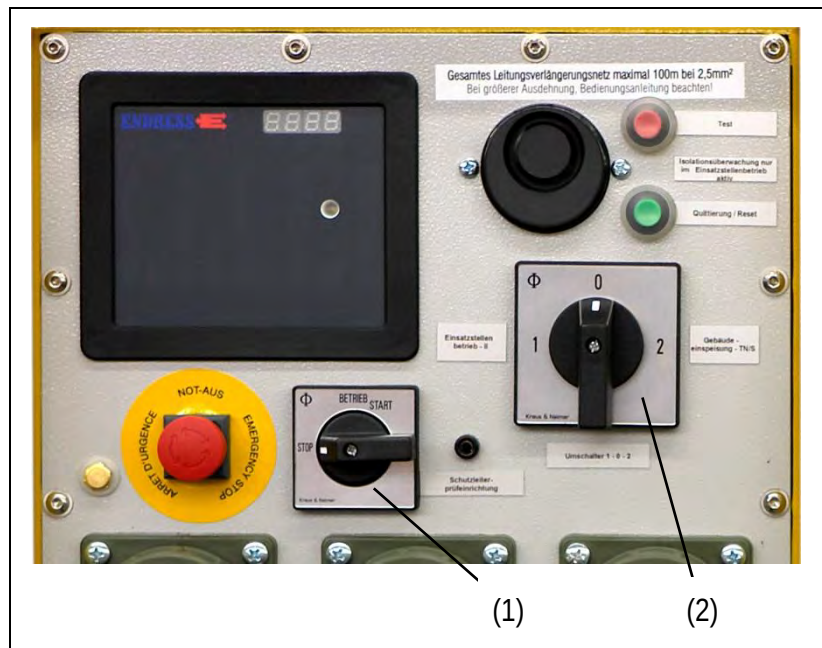

Abb. 4-2: Bedienpaneel Ausführung II / TN-S
Umschalter Betriebsart ((Abb. 4-2-(2)) NUR bei stillstehendem Stromerzeuger umschalten!
1. Betriebsarten-Umschalter (Abb. 4-2-(2)) in Position 1 für Einsatzstellenbetrieb (II) oder in Position 2 für Gebäudeeinspeisung (TN-S) drehen.
4. START-STOP-Schalter (Abb. 4-2-(1)) ganz nach rechts in Position „START“ drehen bis Motor startet und dann loslassen.
1. Betriebsarten-Umschalter (Abb. 4-2-(2)) in Position 1 für Einsatzstellbetrieb (II) oder in Position 2 für Gebäudeeinspeisung (TN-S) drehen.
4. START-STOP-Schalter (Abb. 4-2-(1)) auf Stellung „BETRIEB“ stellen.
2. START-STOP-Schalter (Abb. 4-2-(1)) auf Stellung „BETRIEB“ stellen
3. START-STOP-Schalter (*Abb. 4-2-(1)*) auf Stellung „STOP“ stellen